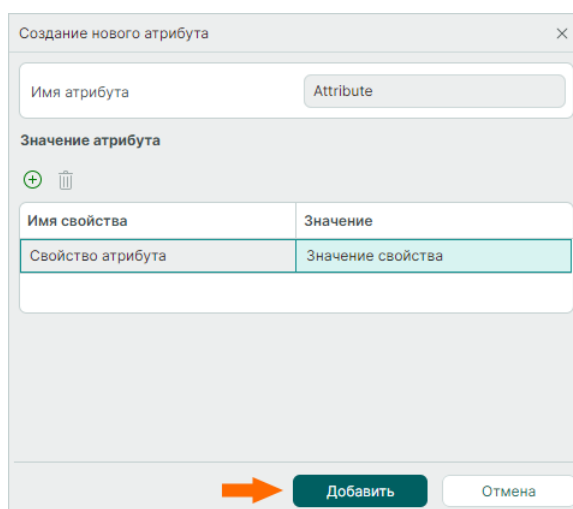

Рис. 335 Добавление созданного атрибута
3. Для добавления созданного атрибута нажмите «Добавить», см. Рис. 335.